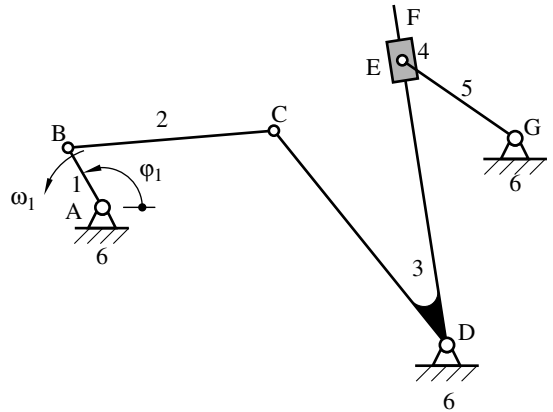

Fig. 1
1. En la Fig. 1 se representa el mecanismo obturador de cámara. Las dimensiones del mecanismo son: $L_{AB} = 100$ mm, $L_{BC} = 300$ mm, $L_{CD} = 400$ mm, $L_{EG} = 200$ mm. La configuración presentada corresponde con una posición angular del eslabón 1 igual a $\varphi_1 = 120^\circ$. La ubicación de los apoyos con respecto al apoyo A, son: D (500,-200), G (600,100) mm. Suponga que el eslabón 1 gira a 30 rad/s en sentido antihorario, determine la velocidad angular de los eslabones 2, 3, 4 y 5.